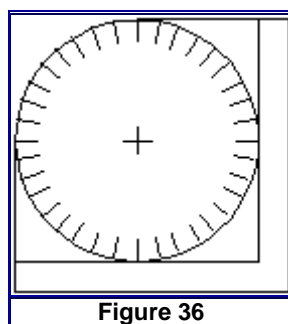

Figure 36
- Un **rapporteur-équerre**, (Figure 36) permet la comparaison des angles par rapport à des axes de référence.